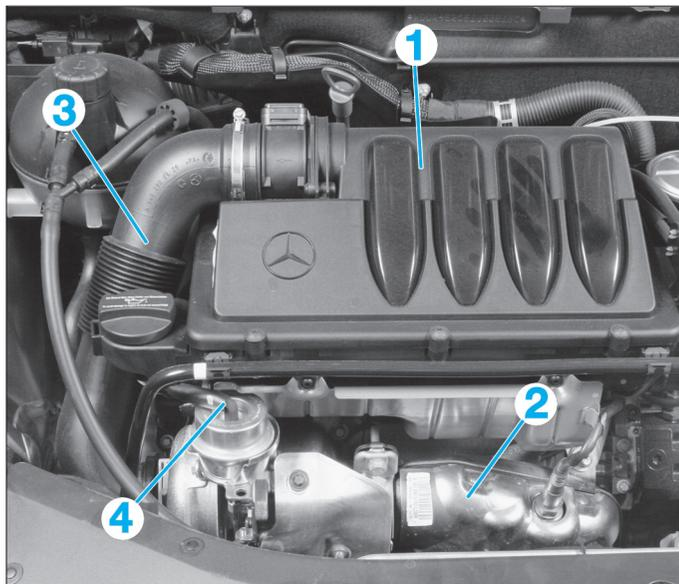
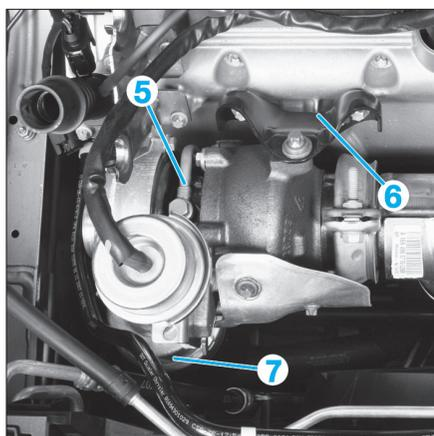

FIG. 56
FIG. 57
- Déposer (Fig.56) :
- le boîtier de filtre à air (1),
- le pré-catalyseur (2),
- la durit d'air (3),
- la durit de dépression d'air (4).
- Déposer (Fig.57) :
- le tuyau d'alimentation d'huile (5),
- le support (6),
- la durit d'air sur le silencieux (7).